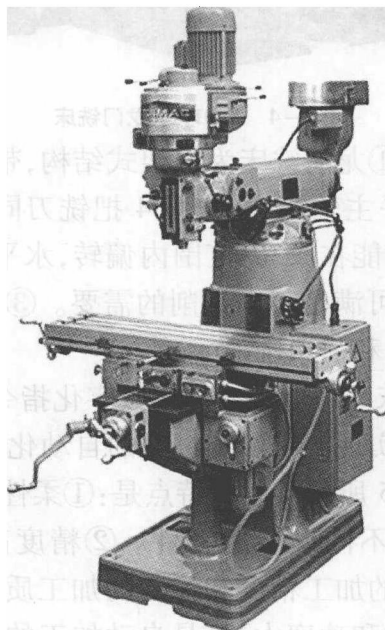

图 1-3 XJ6325A 型摇臂万能铣床
3. 摇臂万能铣床 这种铣床不仅可进行立铣、卧铣、镗、钻、磨、插等工序,加上附件还可加工各种螺旋面、沟槽、弧形槽、齿轮、花键等,特别适用于工具、夹具、模具的制造。XJ6325A 型摇臂万能铣床如图 1-3 所示。主要特点:①具有很大的灵活性。铣头装于摇臂上,能在垂直面内做纵、横两个方向的回转,纵向可向左、向右回转 90° ,横向可向前、向后回转 45° 。②摇臂能前后移动并在水平面做 360° 回转,因而能加工尺寸大于工作台面的零件。③一次装夹能完成多道工序。